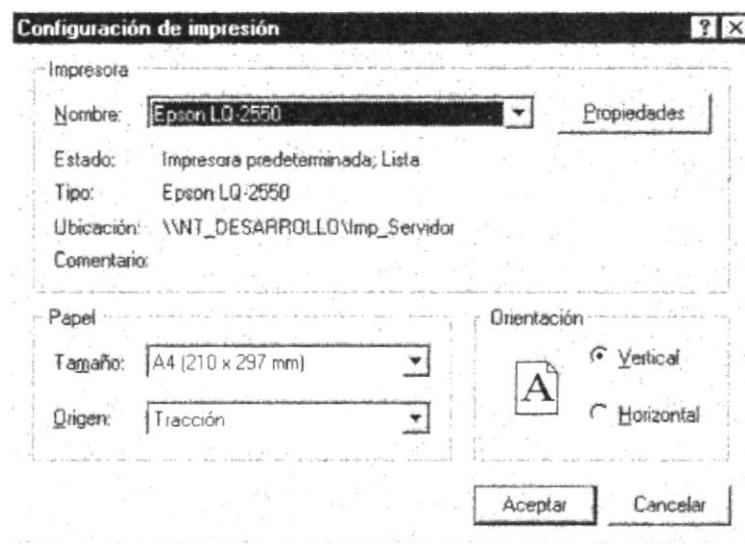

Figura 7.2 Configuración de impresión
- Modificar las propiedades de la impresora seleccionada, haga click en el botón , de la Figura 7.2.